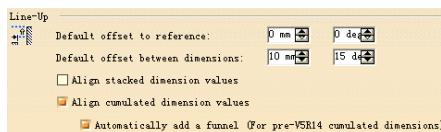

图 6-78
(3) Line-Up (排成直线) 选项组 (如图 6-78 所示)